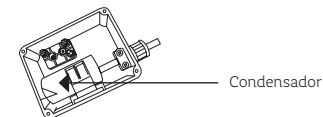

Figura 11.
- Retira la tapa superior de la Bomba e identificar los *bornes* (tuercas) de la conexión U1, W1 (ver Figura 11).